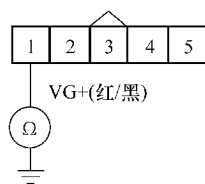

图 5-89 测量 MAF 传感器 1 号端子与车身搭铁之间的电阻
7) 将点火开关旋至锁定 (0) 位置。
8) 如图 5-89 所示, 测量 MAF 传感器/IAT 传感器 5 芯插头 1 号端子与车身搭铁之间的电阻, 是否为 190 ~ 210kΩ?